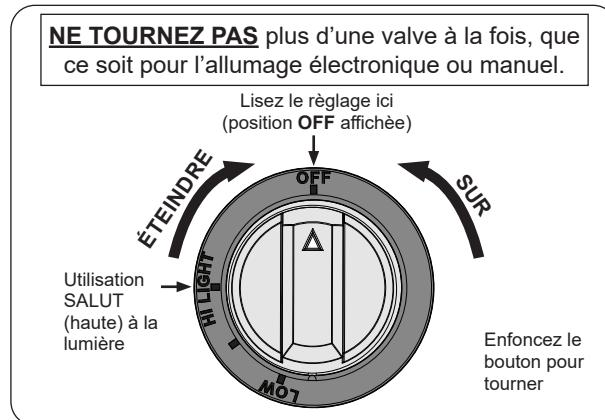

Fig. 34-1 Bouton de commande
4. Appuyez sur le bouton de commande souhaité et, tout en appuyant sur cette touche, tournez-le dans le sens inverse des aiguilles d'une montre jusqu'à la position **HI LIGHT** (Fig. 34-1). Une fois le brûleur allumé, relâchez le bouton.